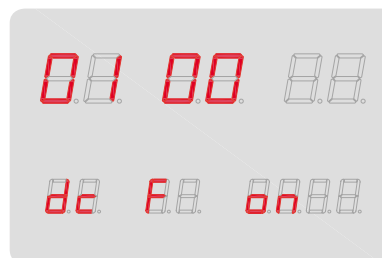

Bild 1: Das DCF-Menü, hier in der Betriebsart „DCF on“
- Durch langes Drücken (länger als 3 Sekunden) der Taste „DCF/▶“ gelangt man in das DCF-Menü (siehe Bild 1).